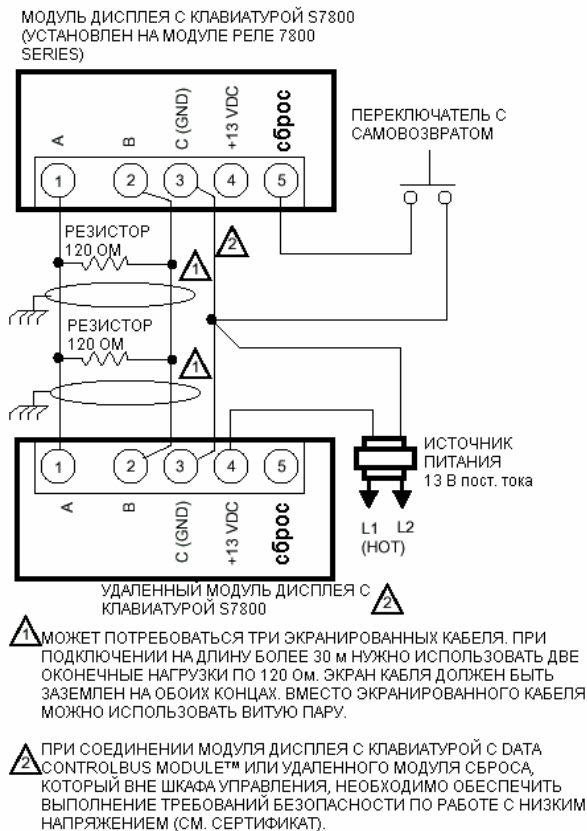

Рис. 5. Подсоединение нескольких модулей дисплея с клавиатурой.
- b. Подключите провода от удаленных устройств к Модулю дисплея с клавиатурой как показано на Рис. 5 и 6 или в Спецификации Модуля дисплея с клавиатурой (65-0166), DATA CONTROLBUS MODULE™ (65-0091) или Удлинителя кабеля (65-0131).
- ⊘ Вся проводка должна соответствовать нормам, указаниям и правилам работы с электрооборудованием. Модуль дисплея с клавиатурой, DATA CONTROLBUS MODULE™ (для удаленного монтажа) или Модуль удаленного сброса (для удаленного сброса) должны соединяться цепочкой (1(a)-1(a), 2(b)-2(b), 3(c)-3(c)). Перечисленные устройства могут подключаться в произвольном порядке. При длине соединения свыше 30 м устройства на концах цепочки должны иметь оконечную нагрузку 120 Ом (1/4 Вт минимум) между клеммами 1и 2, см. Рис. 5 и 6.